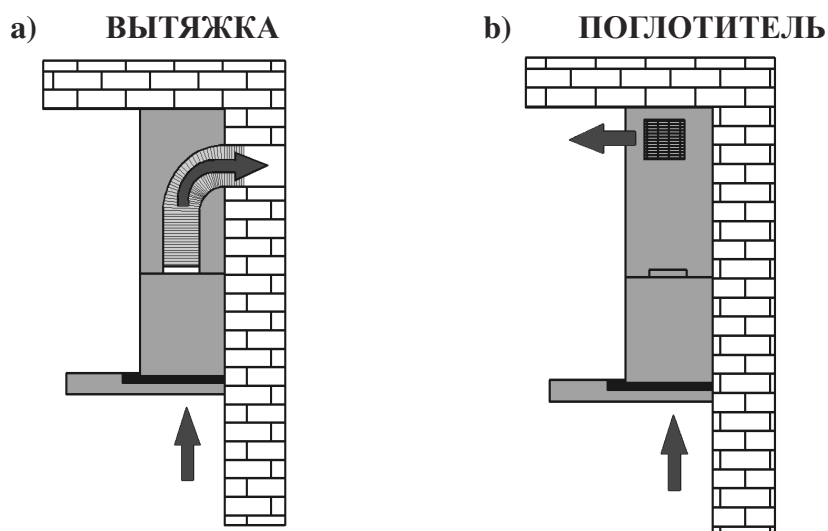

Рис. 2
- 1) вытяжки (Рис. 2а) - отвод воздуха наружу здания благодаря соединению вытяжки с вентиляционным каналом жесткой трубой из пластика Ø 120 мм;